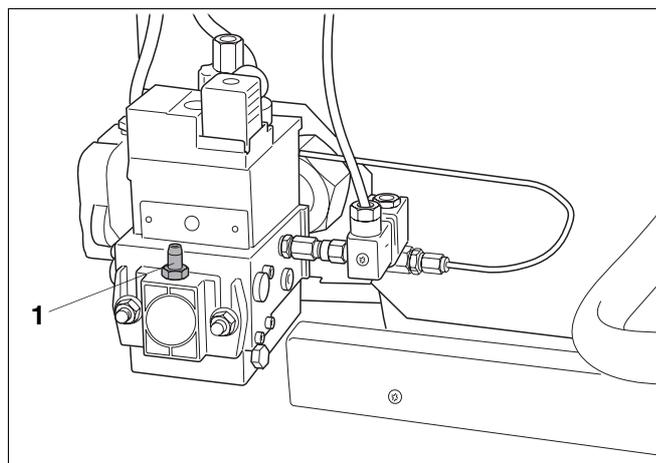

Fig. 23 Valvola del gas
- Allentare di due giri la vite di chiusura (fig. 23, **pos. 1**) del nippel di prova.
- Inserire il tubo flessibile di misura del manometro ad U sul nippel di prova (fig. 23, **pos. 1**).